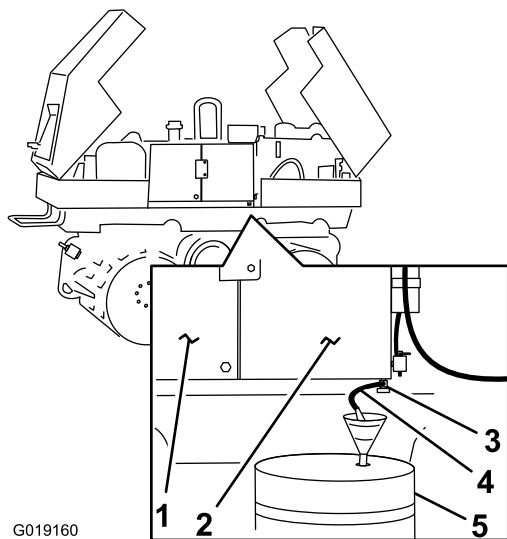

Figura 67
4. Coloque un recogedor de combustible usado con capacidad de 11.4 litros (3 galones US) debajo de la válvula de vaciado situada en la esquina inferior derecha del depósito de combustible (Figura 67).
5. Conecte una manguera resistente al combustible de 6 mm (1/4 pulgada) de diámetro interior al acoplamiento de la válvula de vaciado (Figura 67).
6. Coloque el extremo libre de la manguera en el recogedor de combustible usado (Figura 67).
8. Cierre la válvula de vaciado y retire la manguera que se conectó a la válvula en el paso 5 (Figura 67).